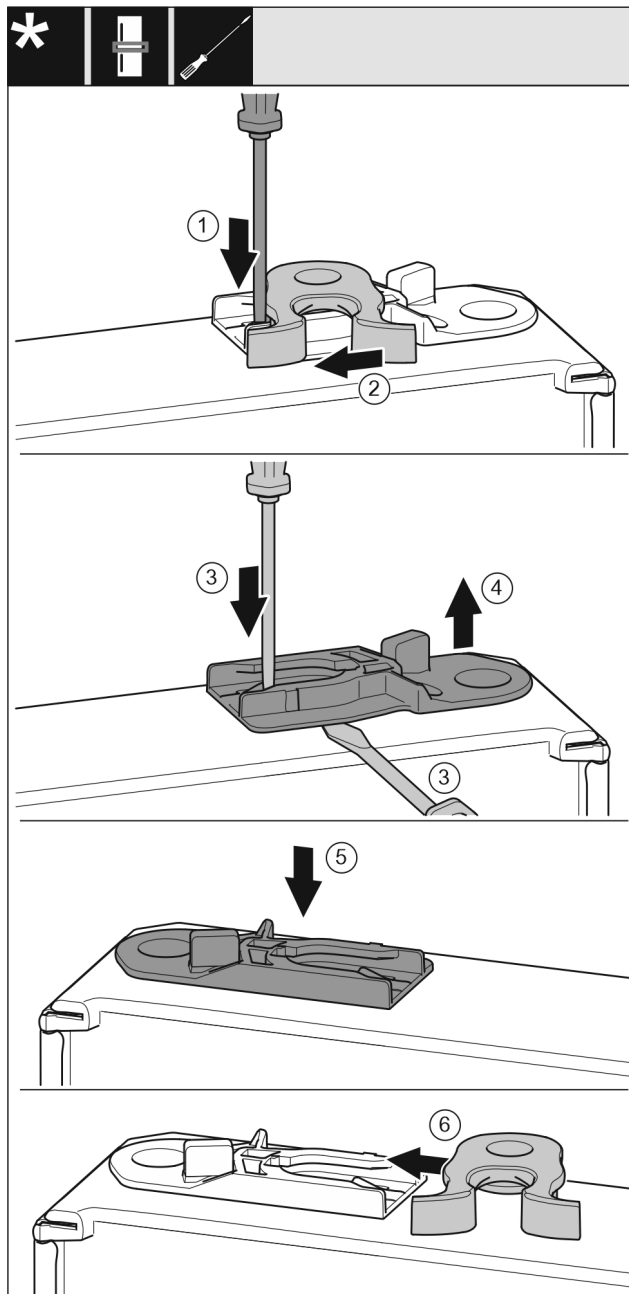

Fig. 19
- ▶ Wcisnąć nakładkę Fig. 19 (1) w dół przy użyciu śrubokręta.
- ▶ Wyjąć hak zamykający Fig. 19 (2) z prowadnicy.
- ▶ Wyjąć tuleję prowadzącą Fig. 19 (3, 4): Wcisnąć nakładkę przy pomocy śrubokręta i jednocześnie przesunąć śrubokrętem pod tuleję prowadzącą.
- ▶ Tuleję prowadzącą Fig. 19 (5), objętą zakresem dostawy wsunąć po drugiej stronie obudowy.
- ▶ Wsunąć hak zamykający Fig. 19 (6) do prowadnicy.